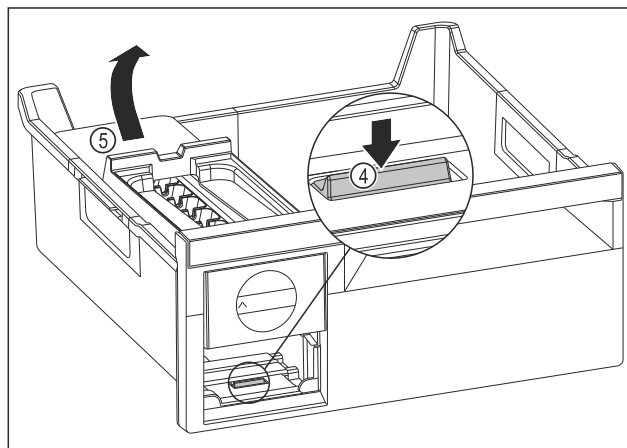

Fig. 171
- Изваждане на корпуса на EasyTwist-Ice: Натиснете езичето Fig. 171 (4) с пръст надолу и едновременно с това с другата ръка повдигнете корпуса на EasyTwist-Ice Fig. 171 (5) отзад.